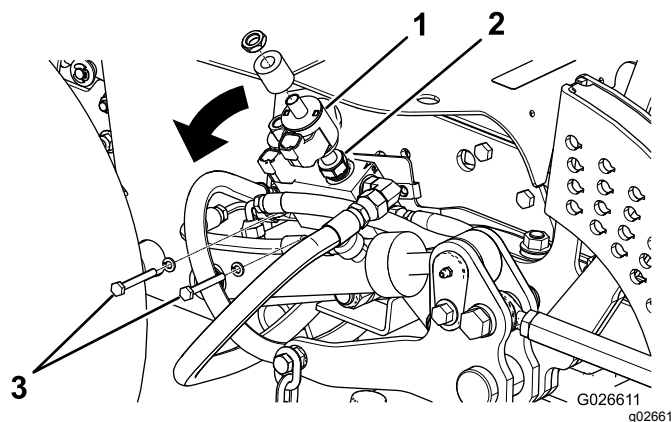

Figura 9
- B. Deslice hacia arriba la bobina para tener acceso a la válvula de solenoide, y separe con cuidado la válvula de solenoide (Figura 9).
- C. Retire los 2 pernos que sujetan el colector de la válvula de elevación (Figura 9).
- D. Inclíne el colector de la válvula de elevación hacia fuera (Figura 9).